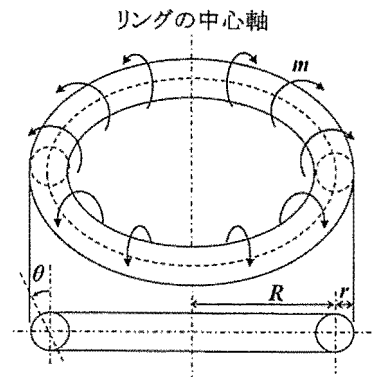
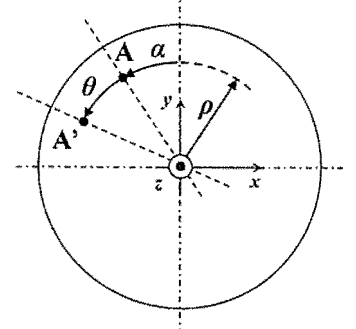

図3
図4
- (3) 図3のような、円形断面をもつリングに、一様な分布モーメント m [N·m/m] が印加されるとする。このときのリングの断面の回転角 θ [rad] とする。以下の問いに答えよ。ただし、リング半径 R [m] は、円形断面の半径 r [m] より十分大きく、 $R+r \approx R$ と近似してよいものとする。さらに、変形が微小で高次の項は無視できるとし、リングの半径 R や円形断面の半径 r は変化しないものとする。また、このリングはヤング率 E [Pa] の材料からなり、フックの法則に従うものとする。
- (a) 図4に示す円形断面の任意の点 A を考えよ。この点 A が分布モーメント m によって、 θ 回転し、点 A' に移動したとする。このとき、点 A' における紙面法線方向（図4の z 方向、図3に示すリングの中心軸に対する円周方向）のひずみと応力を示せ。ただし、図4で定義した ρ [m]、 α [rad]、および θ, r, R, E を用いよ。